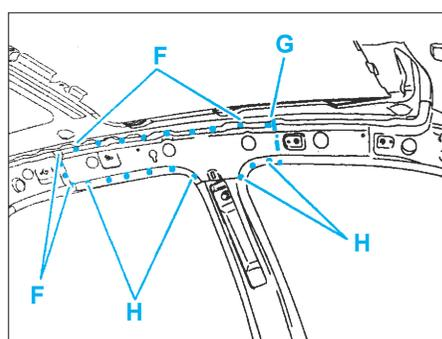

FIG. 84
- cordons successifs au MIG (avec l'équipement AB1) et meuler les cordons suivant (E).
- points bouchons au MIG suivant (C) et meuler les bouchons,
- points électriques au MIG suivant (F) et meuler les bouchons (Fig.84),